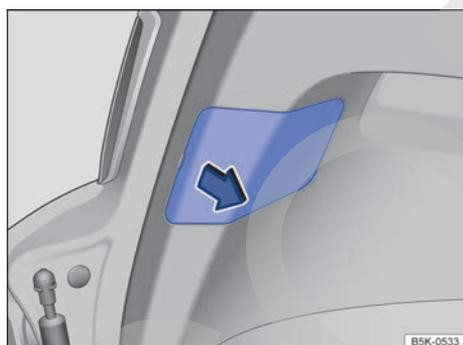

Fig. 180 En el portón del maletero: retirar la tapa.
3. Desmonte la tapa con cuidado en el sentido de la flecha, si fuera necesario haciendo palanca con la punta plana del destornillador de las herramientas de a bordo → fig. 180.